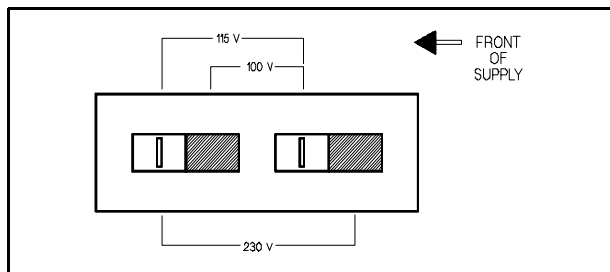

図 2. ライン電圧セレクタ (115Vac に設定)
- PC ボードのライン電圧セレクタ・スイッチの 2 つのセクションで、目的のライン電圧に設定します (図 2 を参照)。